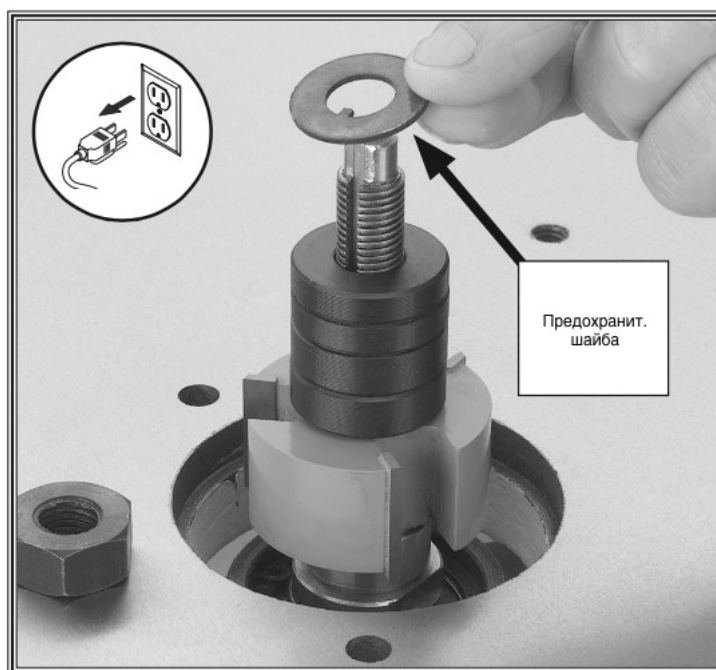

Рис. 19 Установка предохранительной шайбы
3. Установите предохранительную шайбу и гайку, как показано на Рис. 19.